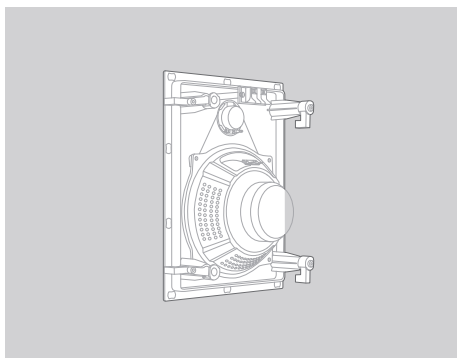

Figura 6
2. Far passare il cablaggio del diffusore nel foro praticato. Assicurarsi di rispettare tutti i regolamenti locali relativi all'edilizia ed alle abitazioni. Collegare il cavo altoparlante ai terminali del diffusore corretti. Verificare che ogni cavo sia abbinato correttamente al colore ed alla polarità dell'amplificatore del sistema. (Figura 6)